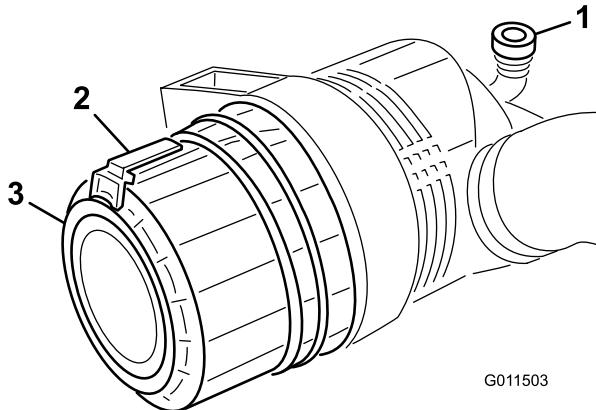

Figura 48
- Tirate il fermo verso l'esterno e ruotate il coperchio del filtro in senso antiorario (Figura 48).
7. Montate il coperchio con la valvola di uscita in gomma (Figura 48) disposta in giù, in una posizione tra le ore 5 e le ore 7 vista dall'estremità. Fissate il fermo.